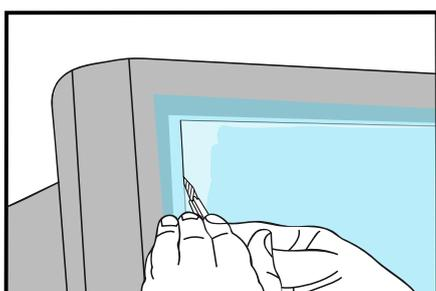

Abbildung 14
- › Zum Zuschneiden der Folie ist CUTVITRE mit einer neuen Klinge zu verwenden; sich dabei am Rand des Bildschirms orientieren. (Abb. 14)